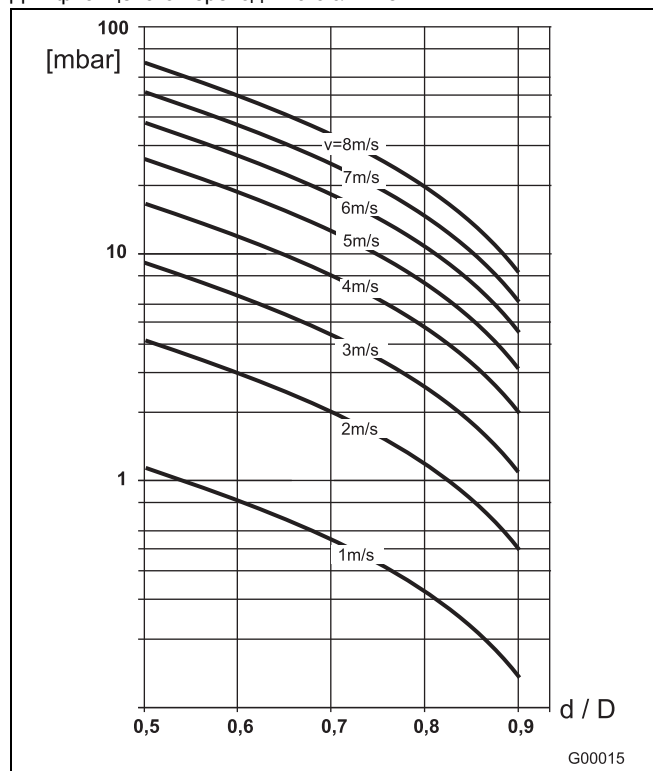

Рис.38
2. По номограмме расхода (Рис.38) определить скорость потока.
3. На Рис.38 по оси Y определить потерю давления.